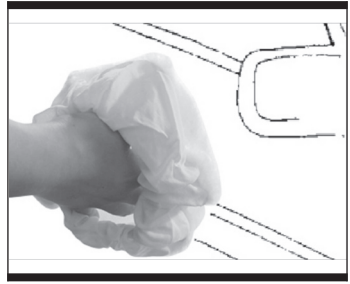

Fig 6
5.WORK NEXT ON SMALLER SURFACES (DOORS ETC.) (See Fig6)